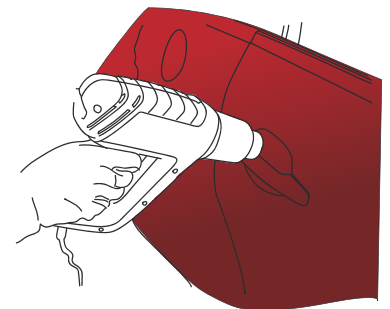

Abbildung 30
- › Sobald die Arbeit beendet ist erhitzen Sie alle Stellen, die stark verformt wurden, mit Hilfe einer Heißluftpistole. (Abb. 30)